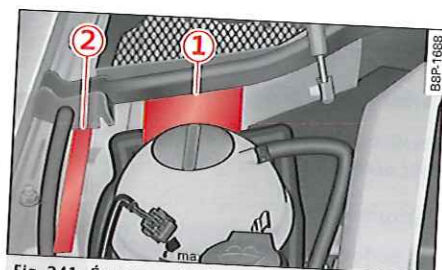

Fig. 241 Écran : numéro d'identification du véhicule
Le numéro d'identification du véhicule se trouve à droite dans le compartiment-moteur, vu dans le sens de la marche. Le numéro est frappé sur le longeron supérieur ② ⇒ fig. 241.
L'autocollant d'identification du véhicule ⇒ fig. 241 se trouve dans le coffre à bagages, sous le tapis, dans le cuvelage de la roue de secours. Un extrait de l'autocollant d'identification du véhicule est collé sur le verso de la page de couverture du Plan d'Entretien avant la remise du véhicule au client.